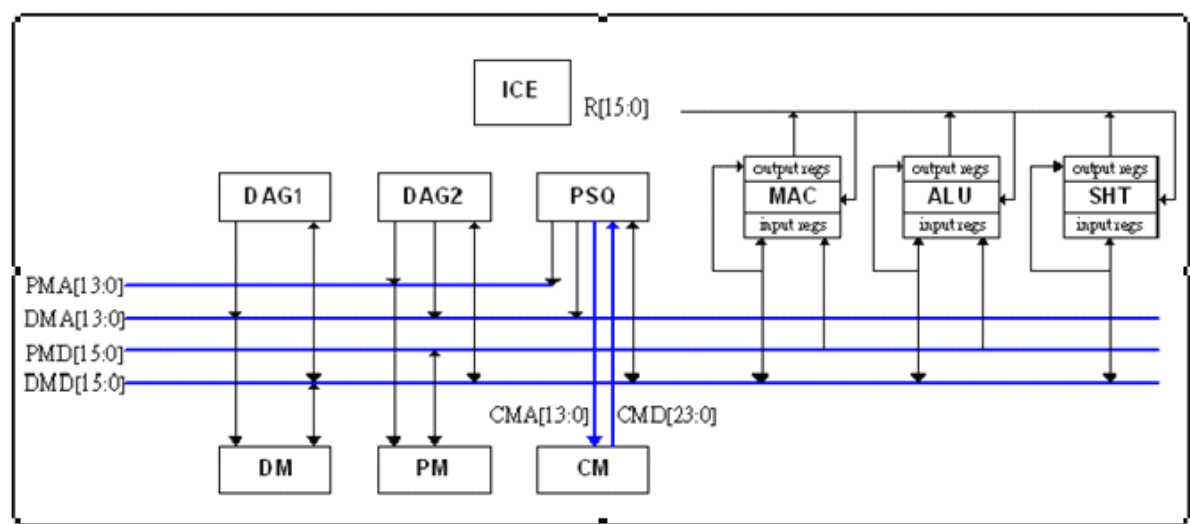

图9-1-1
- (1) 计算单元：包括3个独立的、功能完备的计算单元：算数/逻辑单元（ALU）、乘加器（MAC）以及桶形移位器（SHIFTER）。计算单元直接处理16位数据并对多精度计算提供硬件支持。
- (2) 数据地址产生器和过程控制器：两个专用的数据地址产生器（Data Address Generator, DAG1/2）和一个过程控制器（Program Sequencer, PSQ）提供对DDM、DPM和DCM空间的寻址。PSQ支持单周期的条件分支和无开销循环。双数据地址产生器使DSP能够同时产生两个操作数的地址。数据地址产生器和过程控制器使得DSP保持连续工作状态，使流量达到最大化。
- (3) 增强型哈佛结构：两个数据存储器空间（Program Memory, PM数据空间；Data Memory, DM数据空间）和一个程序存储器空间（Code Memory, CM空间）。3个存储器空间独立编址。处理器可以在一个周期读取两个操作数（一个来自PM空间，一个来之DM空间）和一条指令（来自CM空间）。系统结构图如图9-1-1所示。
计算单元的所有寄存器都有第二套相同功能的备用寄存器（secondary registers），如图9-1-1中的阴影部分所示。在中断不会嵌套的情形下，第二套寄存器可以用来实现单周期上下文切换。用户可以通过MSTAT中的SEC\_REG位来选择使用第二套寄存器，这个位可以利用一下的指令来置位或清除：